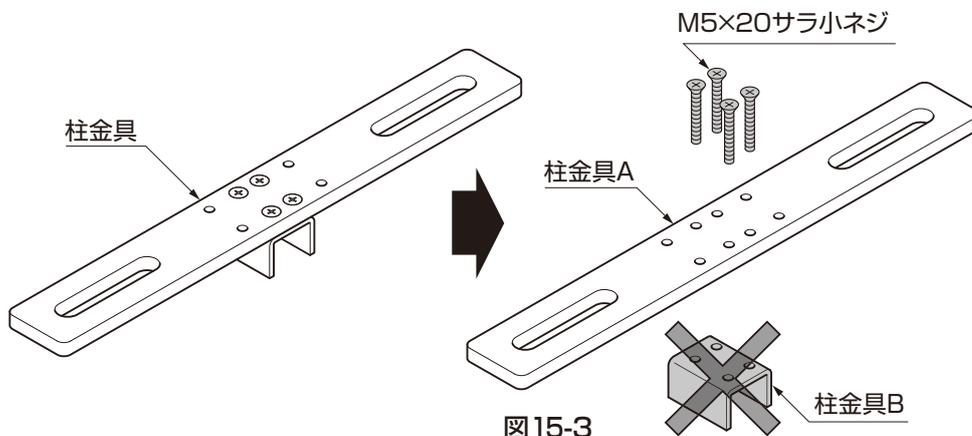

図15-3
- 柱部品セット内の柱金具を分解して使用してください。(図15-3参照)
- ①壁付けブラケットに柱金具AをM5×20サラ小ネジで取付けてください。
- ②壁付けブラケットと桁を【8-1】、【8-2】、【8-3】で取付けてください。
- ③M10アンカーボルトで壁付けブラケットを壁に取付けてください。